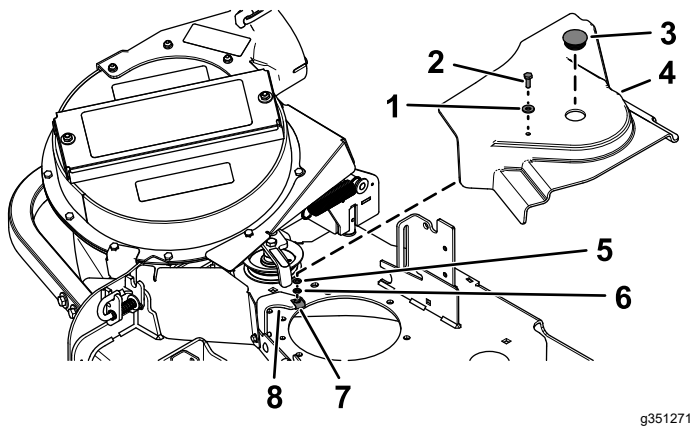

Figura 12
1. Assemblate la rondella ($\frac{5}{16}$ " x $\frac{3}{4}$ ") con il bullone a testa esagonale ($\frac{1}{4}$ " x $\frac{3}{4}$ ") come mostrato in Figura 12.
2. Inserite bullone e rondella nel foro sopra il copricinghia del kit soffiatore e trasmissione OEM (Figura 12).
3. Dalla base del copricinghia, assemblate la rondella ($\frac{1}{4}$ " x $\frac{1}{2}$ ") e il fermo sulle filettature del bullone a testa esagonale (Figura 12).
2. Allineate il copricinghia alle tacche nelle flange della scocca (Figura 12).
4. Fissate il copricinghia alla relativa staffa con il bullone a testa esagonale (Figura 12).
5. Montate il tappo in plastica nel coperchio (Figura 12).